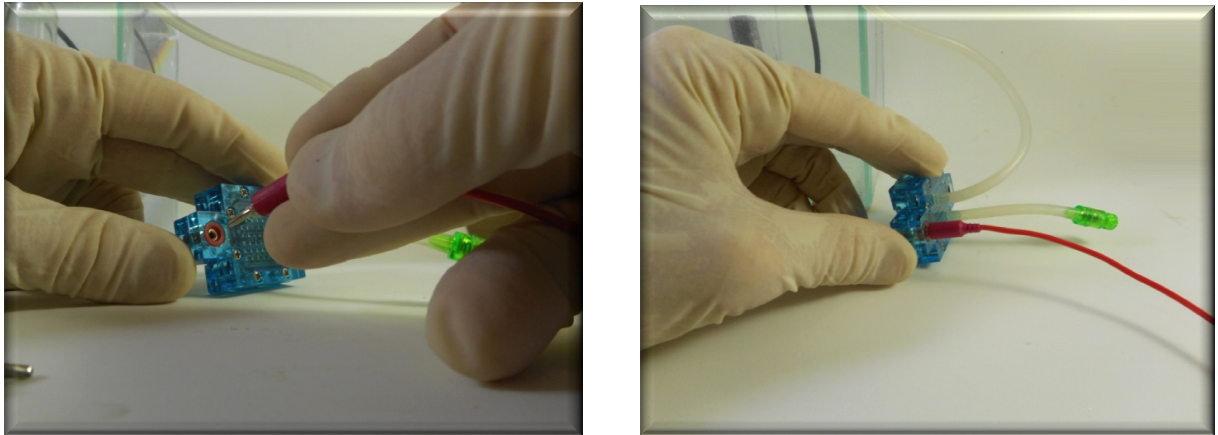

Figura 53 - Conexão do cabo ao borne positivo
Passo 3) Conexão dos cabos elétricos. A conexão elétrica deve ser feita com os cabos apropriados que possuem um conector banana de 2mm nas extremidades. Conectamos o cabo vermelho no borne positivo (vermelho) da célula, conforme figura 53.